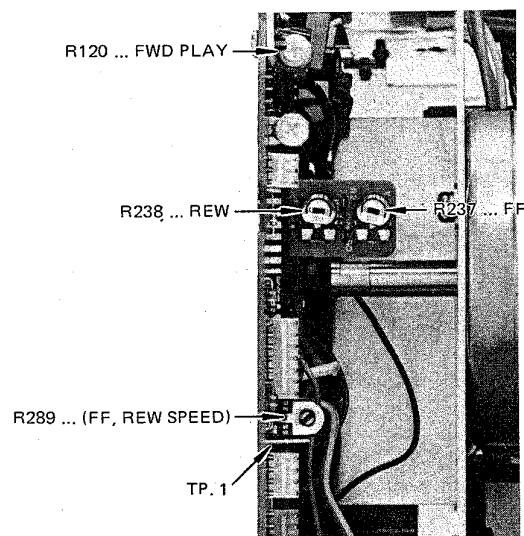
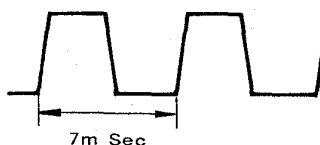

図5 テープ・テンション調整箇所
図7 TP.1の波形
- (1) パワー/サーボ基板のTP.1(図5 参照)にオシロスコープを接続する。
- (2) デッキをFFモード又はREWモードにする。
- (3) TP. 1の波形の波長が7 m secになるようにR289(図5 参照)を調整する……………図7
- (4) FFとREWで大きな差がないことを確認する。